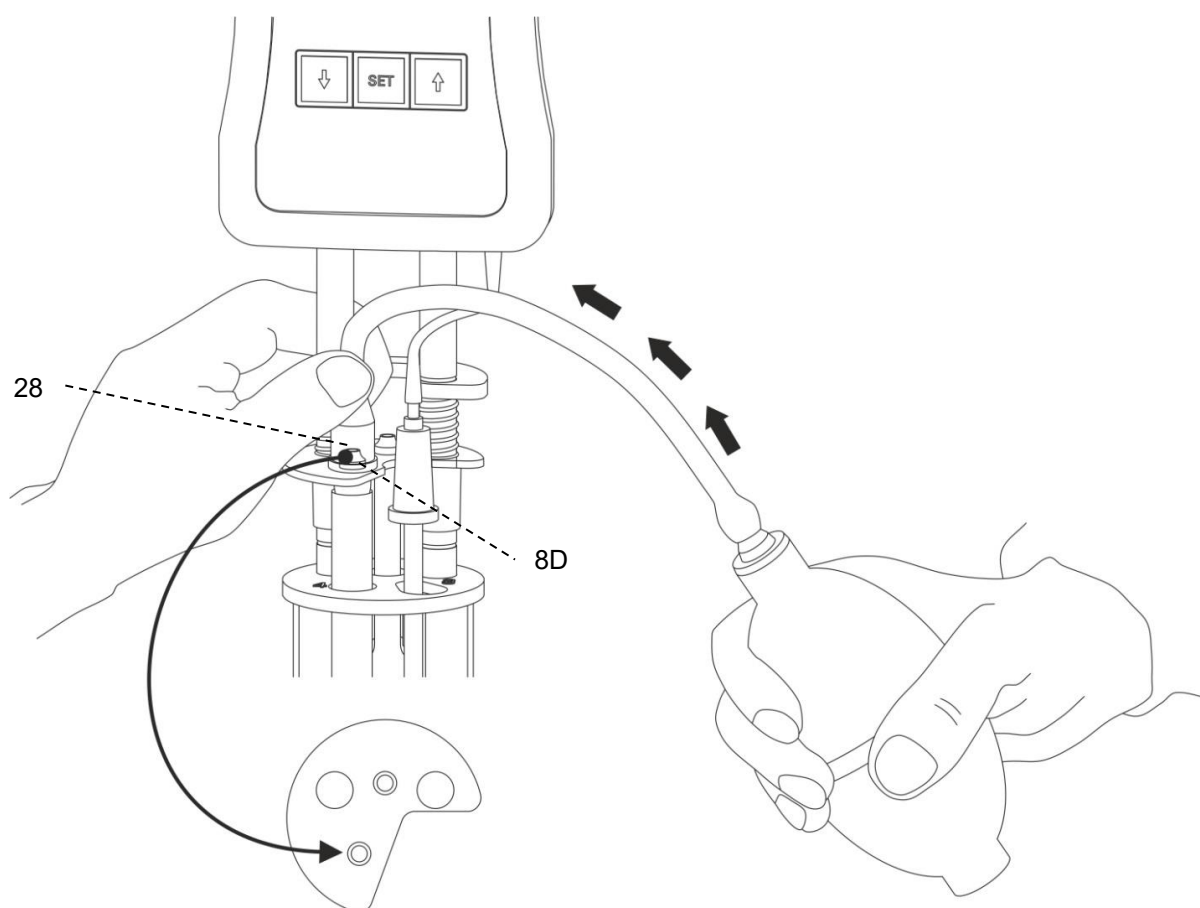

Fig. 8 Mode de travail en pression, avec la pompe manuelle VZ 6550
- (a) en mode de travail avec pression sur le bouchon en silicone 8D via le tube de remplissage (voir  **Fig. 8**)